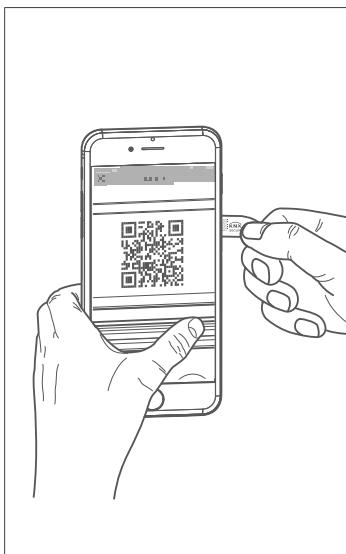
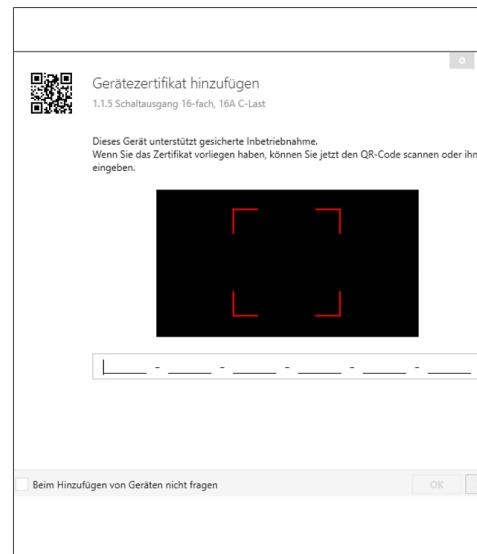

Fig. 6 : Scannage du QR code
Fig. 7 : Saisie manuelle du QR code
- ➋ Saisir le code de l'appareil (QR code) (Fig. 7), le scanner (Fig. 6) ou l'ajouter au projet dans ETS.